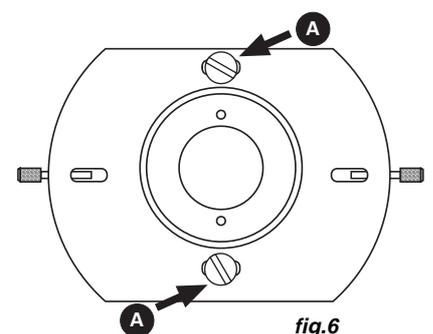

fig.6
8. **(Fig.6)** Ajustar los tornillos de fijación y cerrar la tapa nuevamente.